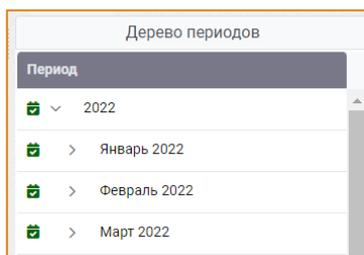

Рис. 126 – Выбор периода расчета
- Выбрать нужный период расчета в **Дереве периодов** (Рис. 126).